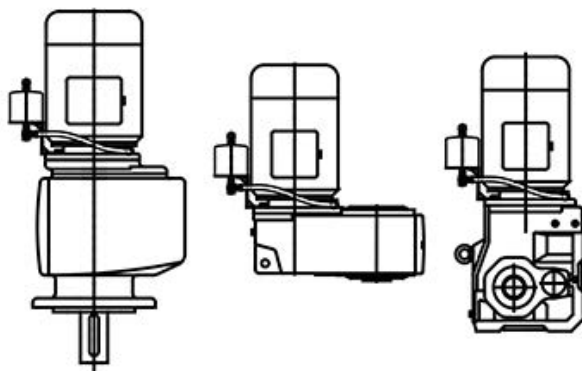

Figura 18: Poziția vasului de expansiune pentru ulei
Vasul de expansiune pentru ulei trebuie montat vertical, cu racordul pentru furtun dispus în jos și cu șurubul de aerisire în sus. Vasul trebuie montat cât mai sus posibil, având în vedere lungimea furtunului. Pentru propuneri privind poziția vasului de expansiune pentru ulei consultați Figura 18. Aveți în vedere faptul că, la forma constructivă M4 cu poziția cutiilor de conexiuni, nu este posibil montajul vasului de expansiune pentru ulei în poziția 2.
2. Montați vasul de expansiune pentru ulei conform Figura 18. Orientați-l astfel paralel față de arborele motorului.